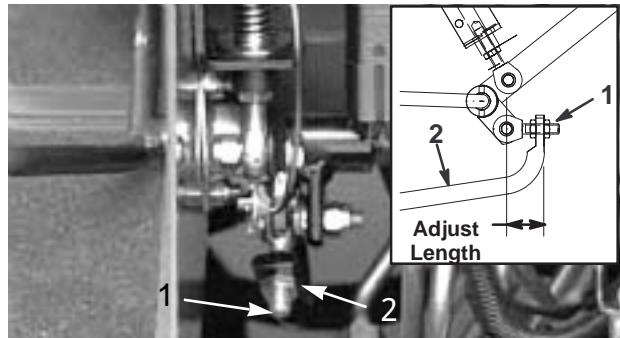

図49
4. 前への動きを止めたい場合は、ポンプ・ロッドの調整ナットを回してポンプ・コントロール・チューブ（図49）を前へ動かす。後への動きを止めたい場合は、後へ動かす。